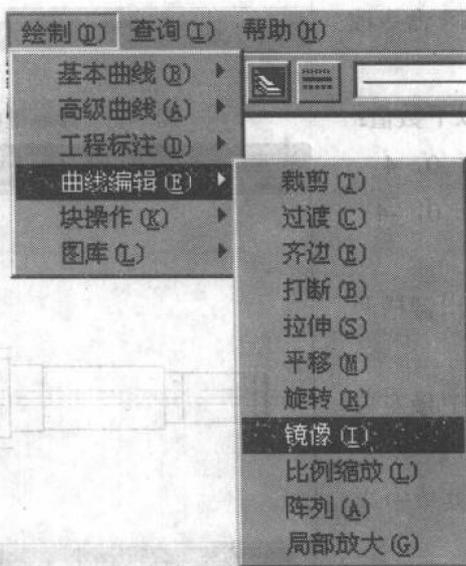

图 1-15
- 2) 选择“绘制”|“曲线”|“镜像”命令或单击右键快捷菜单中的“镜像”菜单命令，如图 1-15 所示。